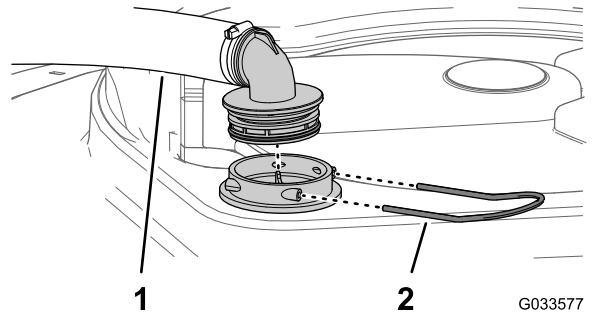

图 58
- 在打药机药缸的顶部拆下固定从过滤器外壳连接至大软管的软管接头的卡环 图 58。
- 从过滤器外壳上拆下软管和软管接头 图 58。